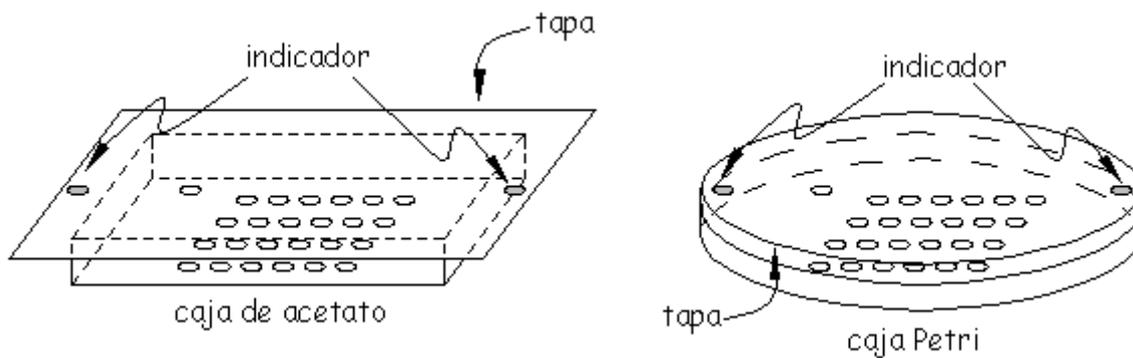

Figura 4
6. Coloca sobre la tapa dos gotas de indicador en las esquinas que no tienen sustancias. La presencia del amoniac (NH₃) se detectará por el cambio de color en la solución del indicador. Utiliza las gotas de la tapa para comparar y apreciar mejor los cambios de color del indicador (Figura 4).